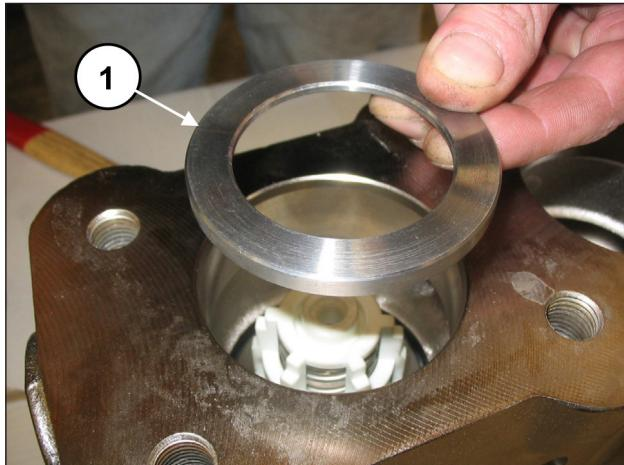
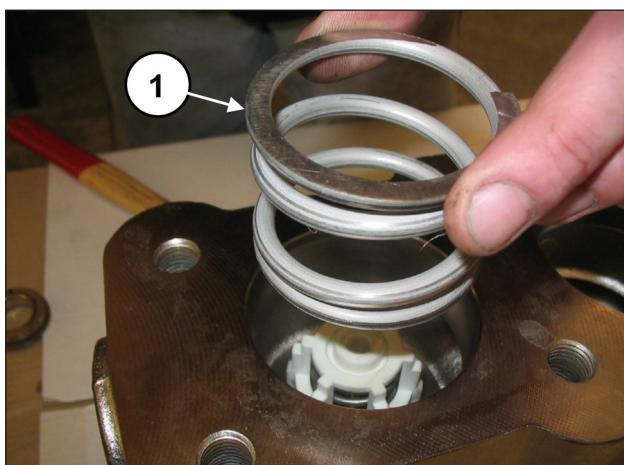

图 125
图 126
插入阀座环(位置①, 图 125)和弹簧(位置①, 图 126)。